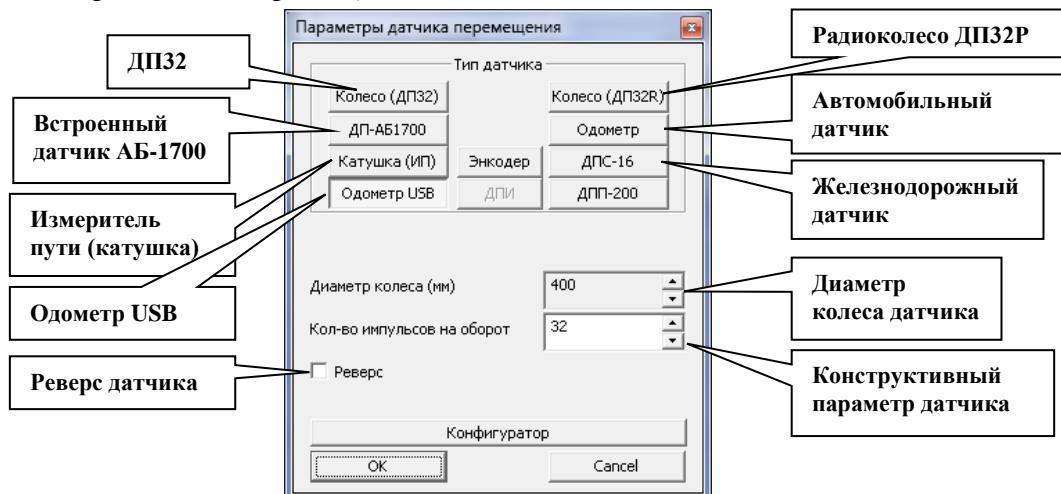

Рис. 3.13 - Окно выбора датчика перемещения
- «**Режим ‘По перемещению’**» - работа производится с механическим датчиком перемещения, параметры которого задаются в окне «Параметры датчика перемещения» (Рис. 3.13). Для открытия этого окна необходимо нажать кнопку «Выбор датчика перемещения» (Рис. 3.12).